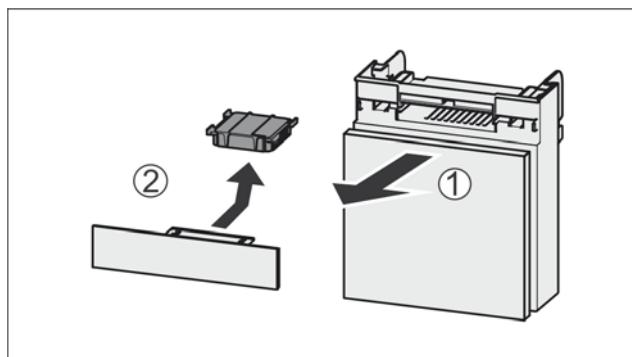

Fig. 81
- Вытяните Fig. 81 (1) отделение движением вперед.
- Извлечение Fig. 81 (2) фильтра с активированным углем.